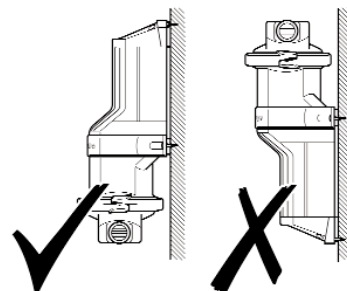

Fig. 3 - Orientación de la bomba
- Fig 3 Orientación de la bomba
- Si se monta en vertical, hay que asegurarse de que el cabezal de la bomba se encuentre en la posición más baja posible (véase la fig. 3).